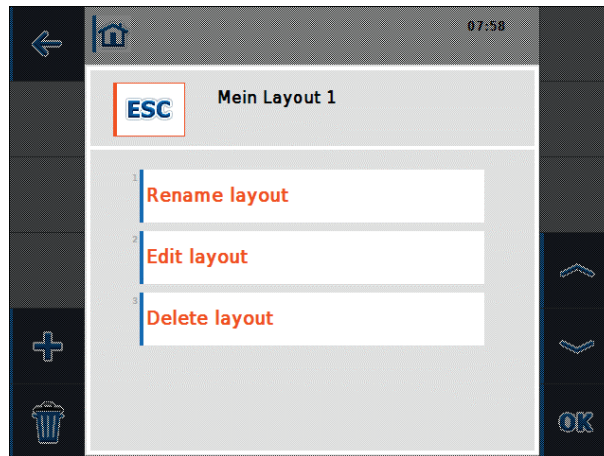

Figura 6-3: Menù di contesto Layout
-  Il menù di contesto del layout (cfr. Figura 6-3) del layout selezionato dall'elenco si apre.
Il menù di contesto in Figura 6-3 offre la possibilità di rinominare, elaborare e cancellare il layout selezionato: